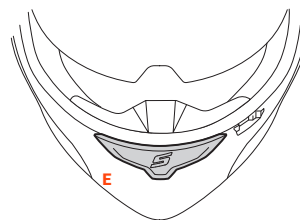

FIGURA 3
PRESA D'ARIA FRONTALE MENTONIERA – E – Figura 3/4
- Figura 3: presa d'aria completamente chiusa.